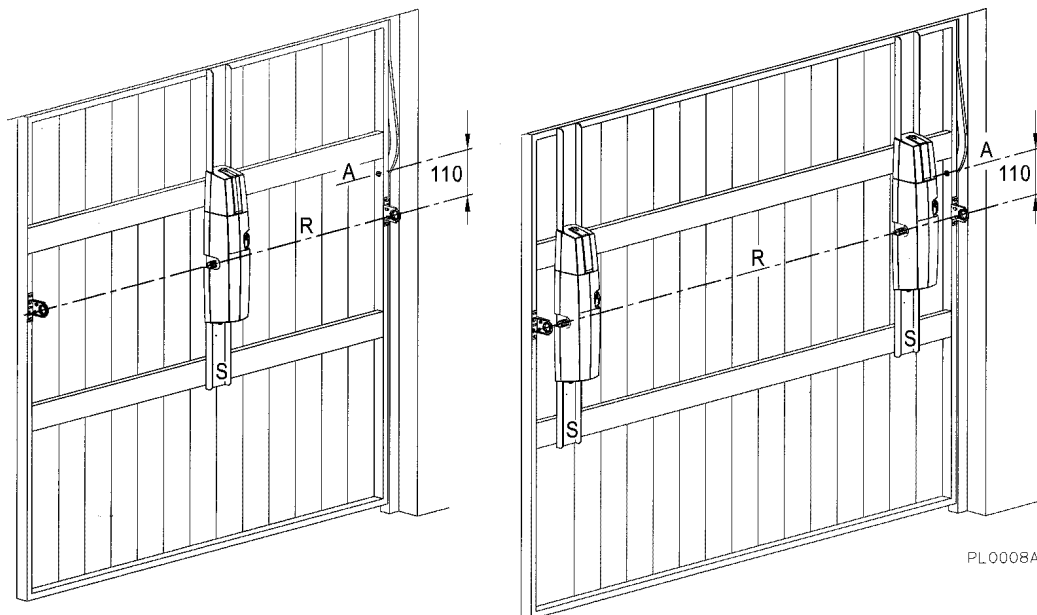

Fig. 10
- aa) Déterminer l'axe de rotation "A" de la porte basculante (fig. 10).